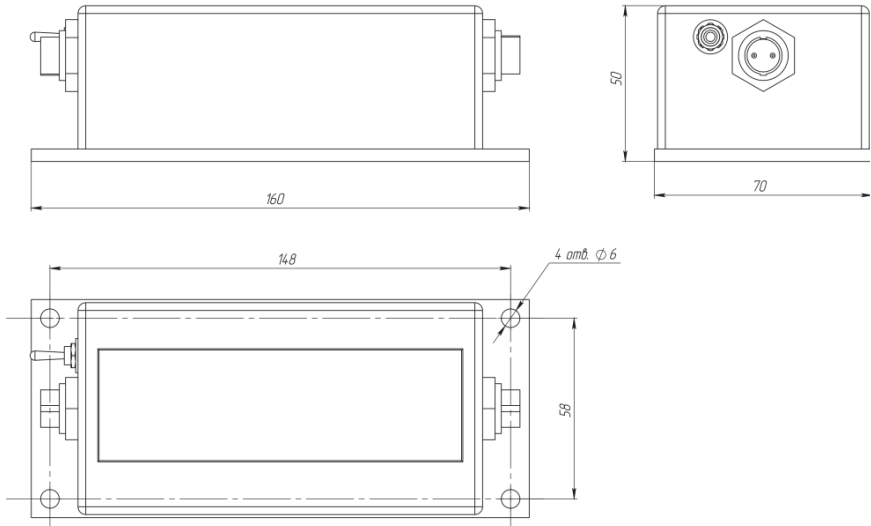

Рисунок 1 Внешний вид преобразователя
4.1 Конструктивно преобразователь напряжения ПН4-110-54 состоит из следующих основных элементов (см. Рисунок 1) :